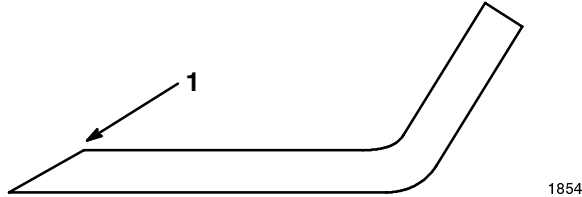

Bild 38
1. Schärfen Sie die Schneidkante an beiden Enden des Schnitmessers mit einer Feile (Bild 38). Behalten Sie den ursprünglichen Winkel bei. Das Schnittmesser behält seine Auswuchtung bei, wenn von beiden Schneidkanten die gleiche Materialmenge entfernt wird.